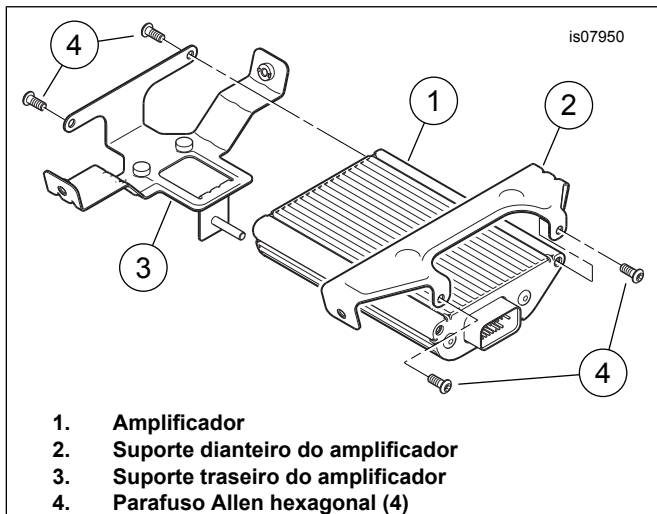

Figura 2. Instalação dos suportes de montagem do amplificador.
2. Veja Figura 2. Instale os suportes no amplificador (1). Aperte os parafusos com torque de 9–12 N·m (7–9 ft-lbs).